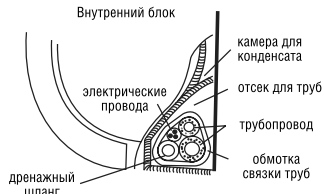

Рис. 9
- Прочно закрепите соединительный кабель, дренажный шланг, провода и трубопровод изолирующей лентой, как показано на рис. 9.